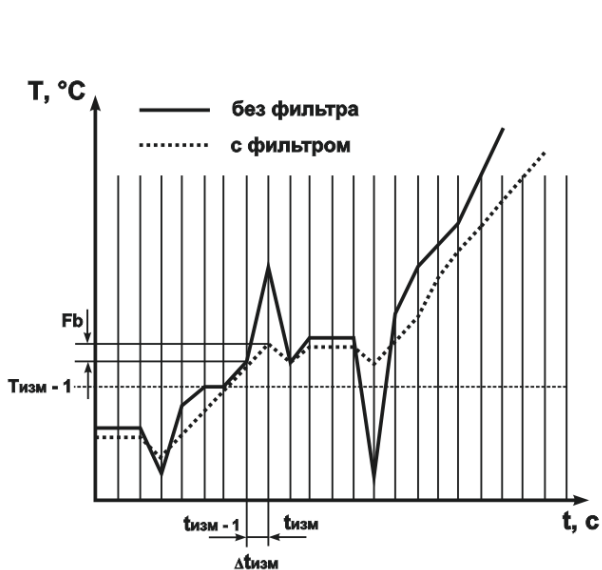

Рисунок 3
**2.2.6.1** Полоса цифрового фильтра позволяет защитить измерительный тракт от единичных помех и задается в градусах Цельсия (°C). Если измеренное значение «Тизм» отличается от предыдущего «Тизм-1» на величину, большую, чем значение параметра  $F_{\Gamma b}$ , то прибор присваивает ему значение, равное («Тизм» +  $F_{\Gamma b}$ ) (рис. 3). Таким образом, характеристика сглаживается.